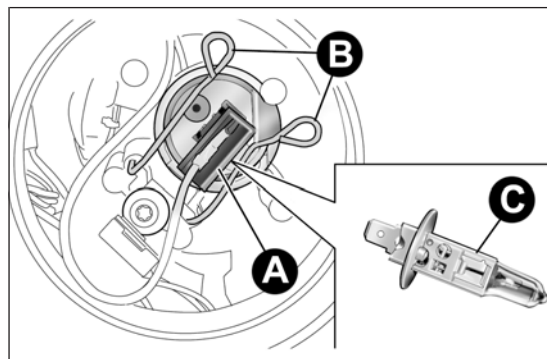

fig. 141
- ☐ togli il coperchio A fig. 141;
- ☐ sfila il connettore A fig. 141 e successivamente apri le linguette B verso l'esterno;